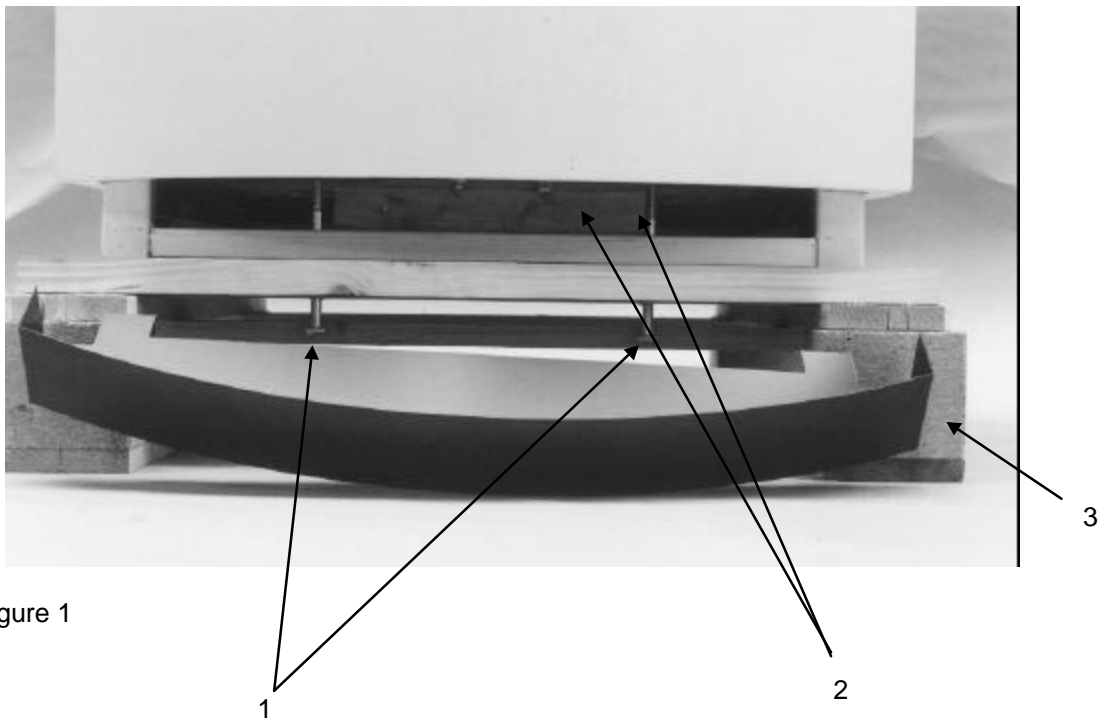

figure 1
- Retirer les deux boulons (voir figure 1, n°1) du fond de la palette.
- Quand la machine est à sa place, la plinthe avant peut être montée avec les deux vis (voir figure 1, numéro 3).